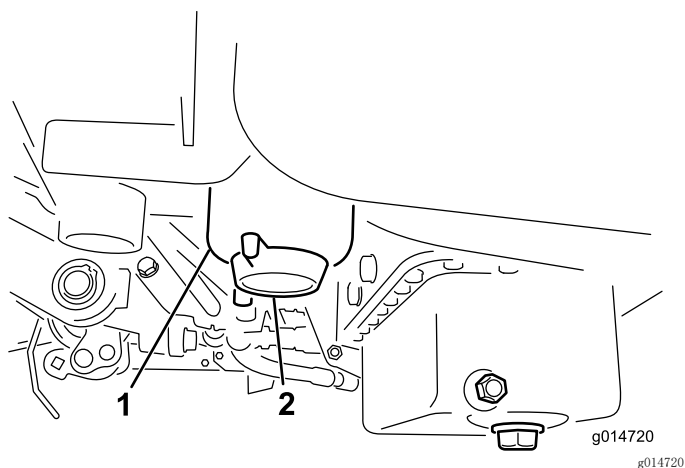

图46
2. 清洁滤清器过滤筒的安装区域（图46）。
4. 打开滤清器排油塞（图46）。